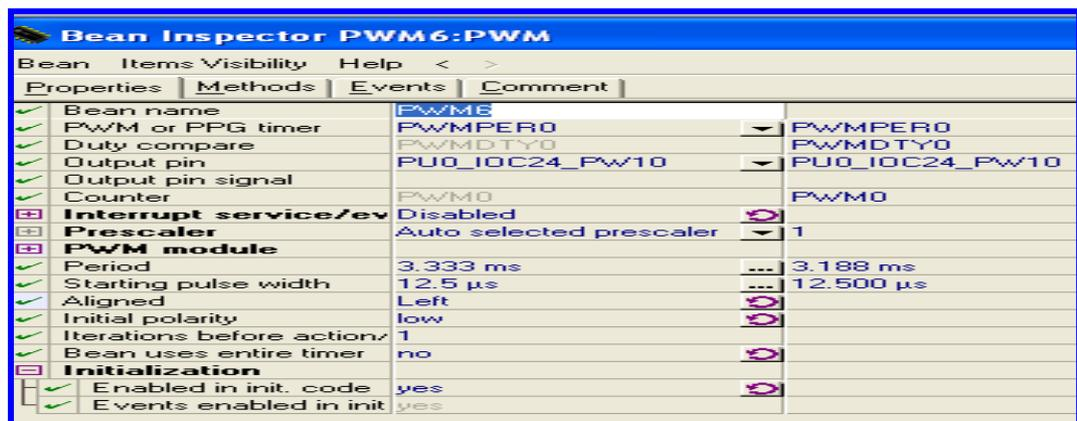

Figura 4.40 Configuración del PWM.
7.- La configuración del *PWM* (Figura 4.40) se muestra a continuación.-